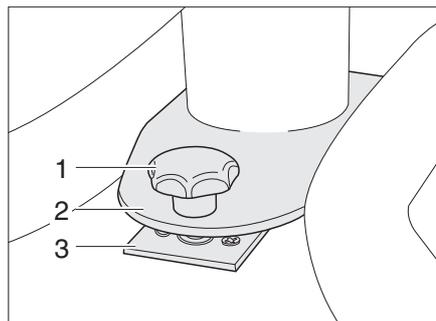

Bild 83 Arretierung fester Tisch
- Den festen Tisch mit der Lochplatte (Bild 83,2) auf die Halterung (Bild 83,3) stellen.
- Den festen Tisch so verschieben, dass die Halteschraube (Bild 83,1) in die Halterung (Bild 83,3) geschraubt werden kann.